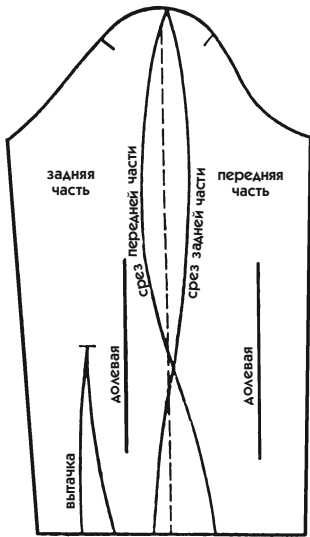

Рис. 677
2. От верхней точки линии долевой нити начертите линию рельефа рукава, как вы ее видите на модели: она будет создана линиями срезов. На передней части рукава довольно выпуклая линия среза к низу рукава становится более или менее вогнутой (рис. 677).
- Чтобы начертить вытачку, отметьте расположение локтя на рукаве жакета. Совсем необязательно располагать вытачку близко к рельефу, как показано на рис. 676. Предпочтительно ее расположить немного назад и, возможно, не отделять строчкой (см. рис. 677).